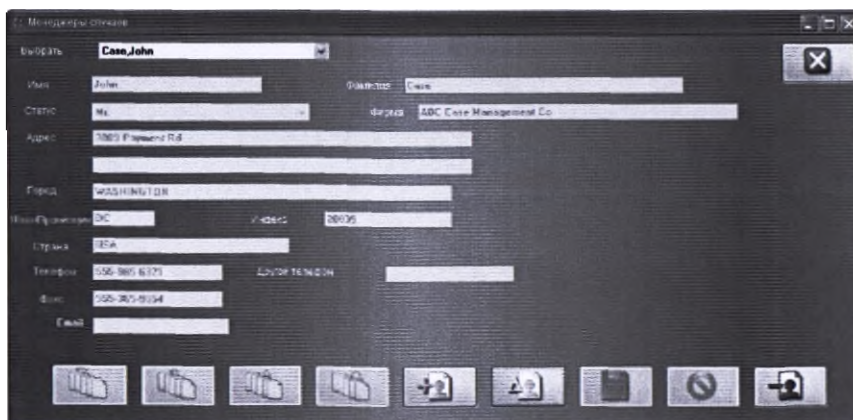

Рисунок 2-47. Массив данных менеджеров случаев
10. МЕНЕДЖЕРЫ СЛУЧАЕВ (РИСУНОК 2-47)